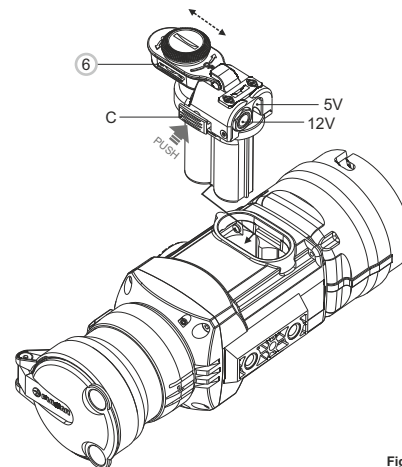

Fig. 3
- Installez l'adaptateur d'alimentation externe dans le compartiment à piles du monoculaire (**voir Fig. 3**). Assurez-vous que les loquets de l'adaptateur (**C**) sont encliquetés des deux côtés.
- Fixez le couvercle (**6**) sur l'adaptateur (**voir Fig. 3**).
- Connectez votre power bank sur le port USB (5V) ou votre batterie EPS3I/SPE5 à la prise d'alimentation externe (12V). Allumez l'appareil avec une pression courte sur le bouton «ON/OFF» (9).